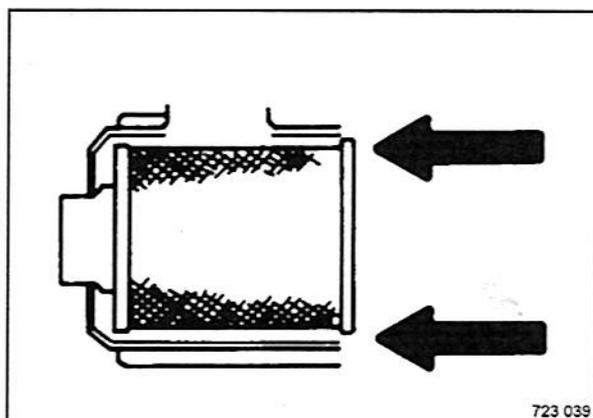

Fig. 190
- Instalar el elemento filtrante principal (Fig. 190).